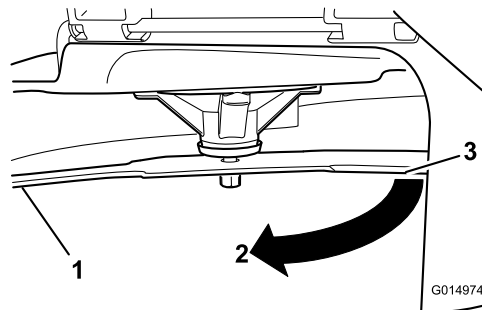

Рисунок 73
4. Поверніть той же ніж на 180 градусів, щоб протилежна ріжуча кромка опинилася в тому ж положенні (Рисунок 73).